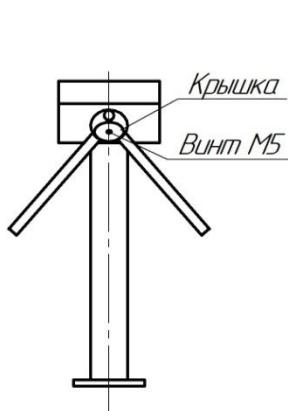

Рис. 1
6.4. Установите штанги. Для этого снимите крышку поворотного механизма, открутив винт M5 (рис.1). Закрепите штанги болтами M10, входящими в комплект штанг. Для перевода штанги «антипаника» в